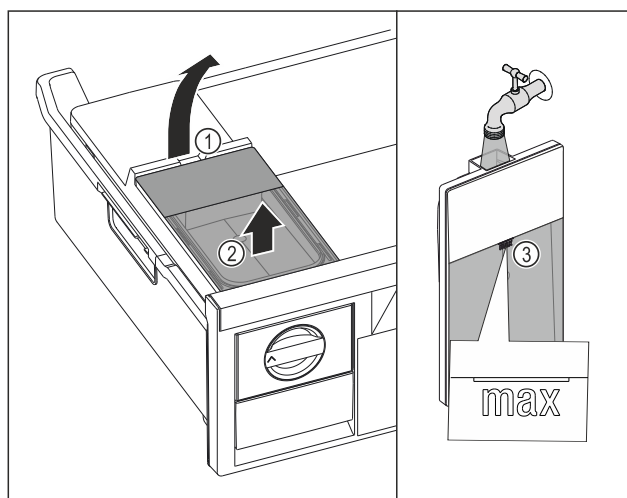

Fig. 103
- ▶ Podignite spremnik za vodu na otvoru Fig. 103 (1).
- ▶ Izvadite spremnik za vodu prema gore. Fig. 103 (2)
- ▶ Spremnik za vodu napunite pitkom vodom do oznake Fig. 103 (3).